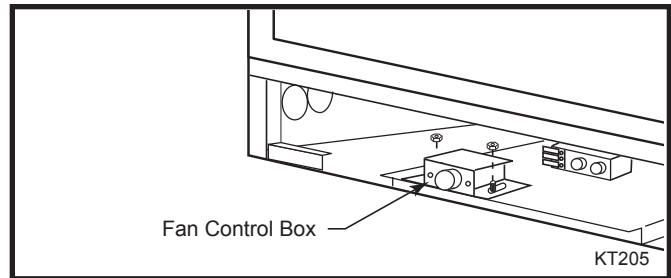

Fig. 29 Remove fan control box.
- a. Remove the fan speed control box. (Fig. 29)